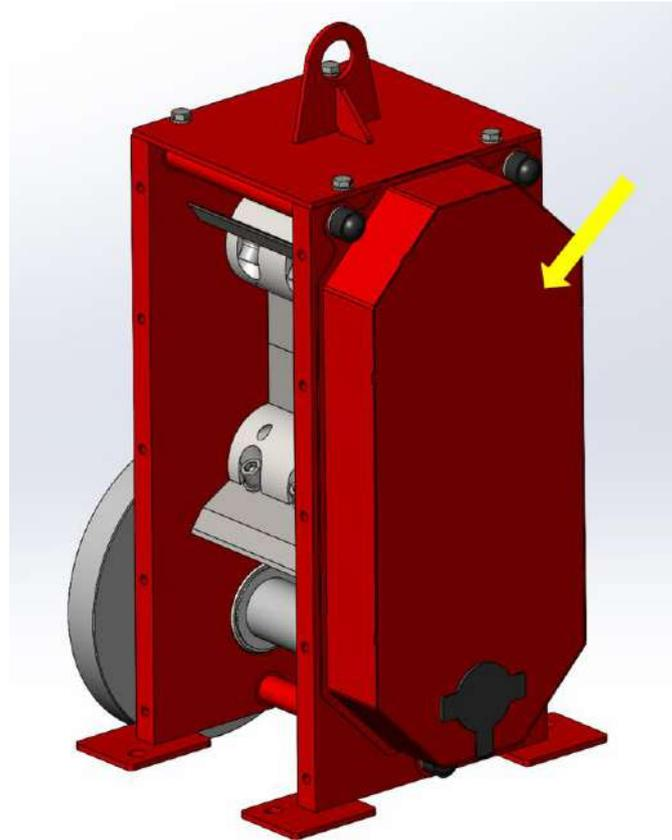

Рисунок 37. Кришка ріжучого модуля
3. Якщо кромки двох протилежних ножів не сходяться в одній площині (один ніж переганяє інший) - це наслідок прокручування вала в конусній зажимній муфті. Прокручування вала можливе при значному перенавантаженні подрібнювача. Потрібно провести регулювання посадки валів на конусних муфтах. Доступ до конусних муфт, відкриється після зняття кришки, яка закриває шестерні (Рис.37).